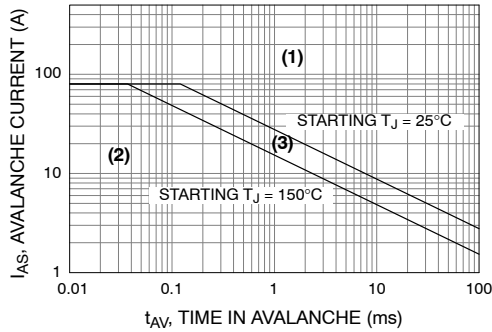

图 3. UIS 能力 (FDP050AN06A0)
UIS 评估体系处理雪崩情况时非常有用。如图 3 所示，UIS SOA 图形中存在三个区域：(1) 25 °C 线的上方和右方、(2) 最大结温线的下方和左方、(3) 以及两条线的中间部分。(1) 和 (2) 很容易确定：器件位于 UIS 额定值内 ((2))，或者超出额定值 ((1))。但是，若要确定 (3)，则需 UIS 脉冲起始时刻的功率 MOSFET 结温数据。后文将详细讨论结温的分析方法。